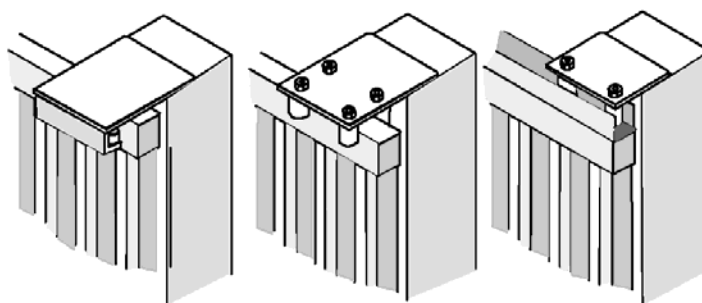

Fig. 3
GLISSIERES SUPERIEURES : Les glissières doivent être deux au minimum et elles doivent être disposées d'une façon linéaire, pour garantir la stabilité du portail. Dans la figure 3 nous rapportons certains exemples d'installation.
- Si le plan de fixation est irrégulier et il est nécessaire de régler le moteur dans le sens vertical, utiliser des vis sans tête et trois écrous pour chaque vis, comme indiqué dans la **figure 3**. Le réglage vertical est obtenu en réglant les écrous **E** et **F**.